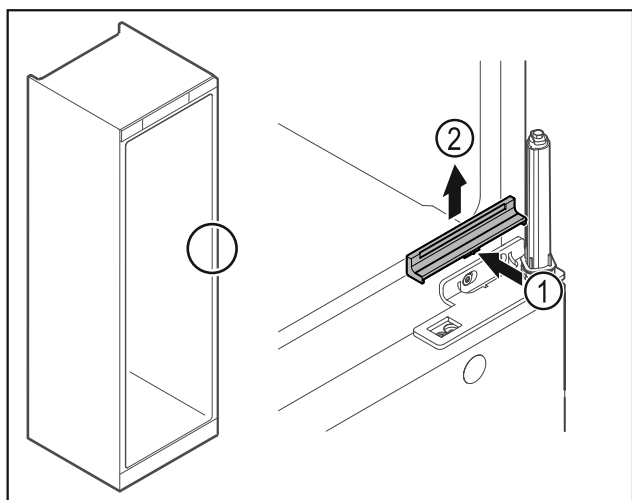

Fig. 22
- Premere leggermente la copertura Fig. 22 (1) al centro e rimuoverla sollevandola verso l'alto Fig. 22 (2).